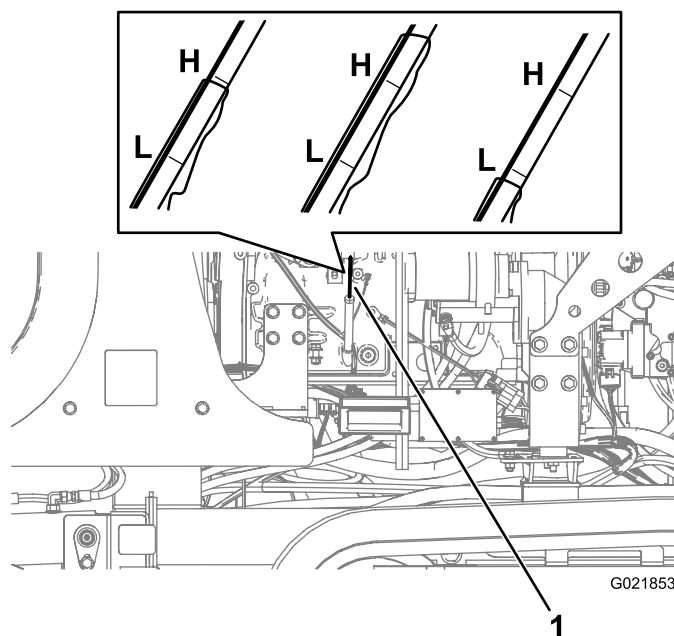

Рисунок 122
3. Извлеките измерительный щуп (Рисунок 122) и тщательно протрите его.